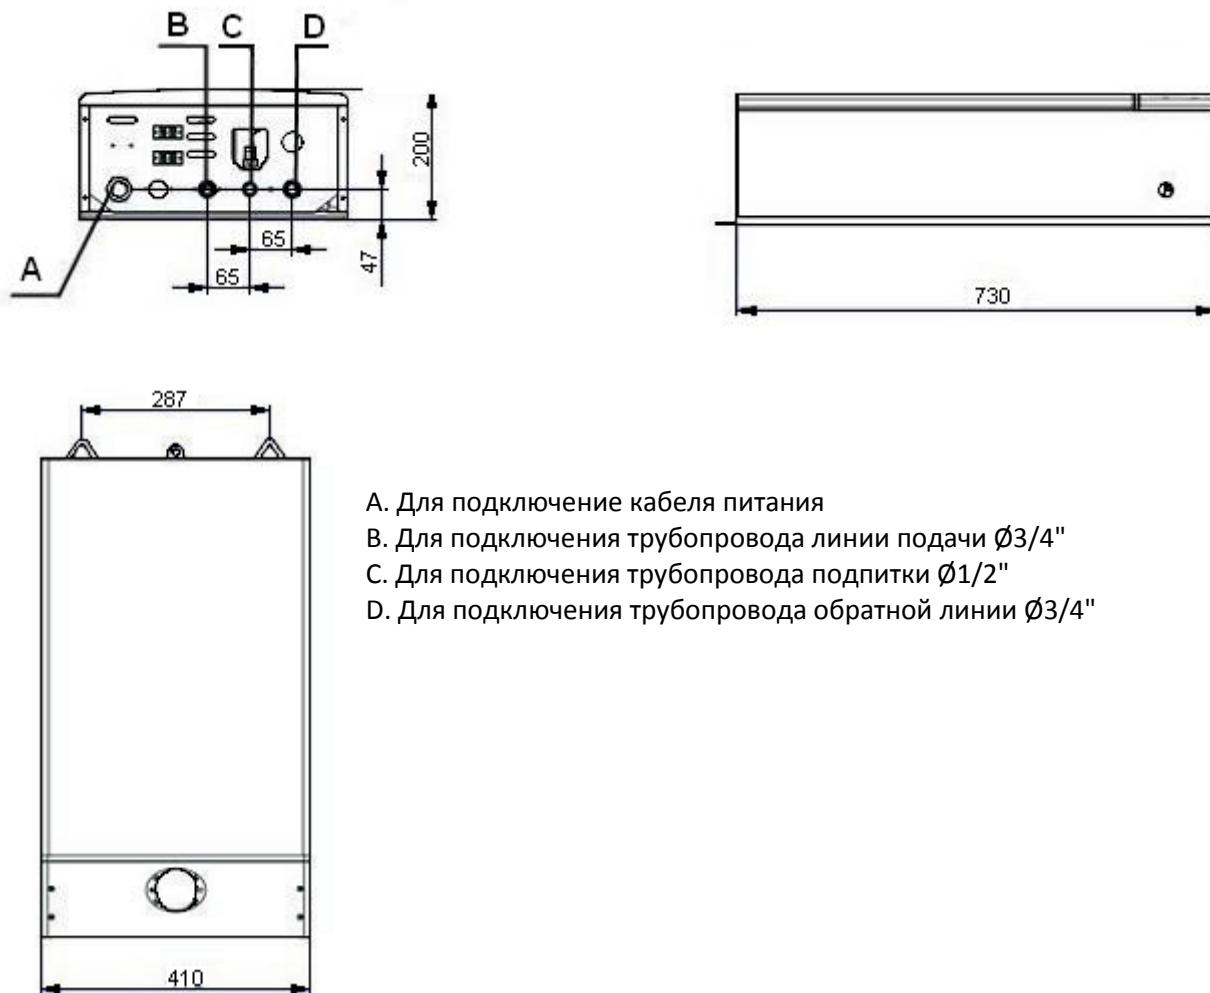

Рис.5
7. Подключить комнатный регулятор температуры при помощи двухжильного провода 2x0,75мм² к клеммам котла (рис.5).